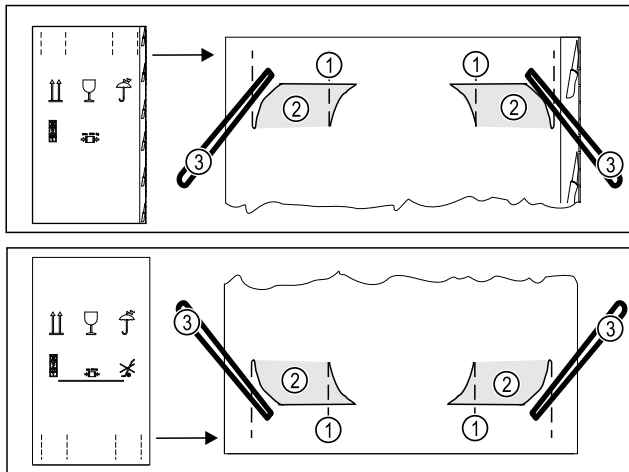

Fig. 5
- Paina pakkauspahvi ylhäällä ja alhaalla rei'itykseen Fig. 5 (1).
- Vedä sisään painetut kielekkeet Fig. 5 (2) ulos.
- Kantolenkit Fig. 5 (3) ovat näkyvissä.
- Vedä kaikki neljä kantolenkkiä Fig. 5 (3) ulos.
- Pitele laitetta kaikista neljästä kantolenkistä Fig. 5 (3).